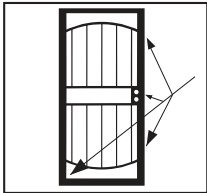

FIGURE 6
6. Monte la jamba del lado del seguro a la jamba del marco de la puerta. Perfore los orificios. Sujete la jamba del lado del seguro a la casa, usando los tornillos tirafondo a la mitad. Cuando esté satisfecho con la posición y el funcionamiento de la puerta de seguridad, ajuste firmemente los tornillos tirafondo a la casa (Fig. 6).